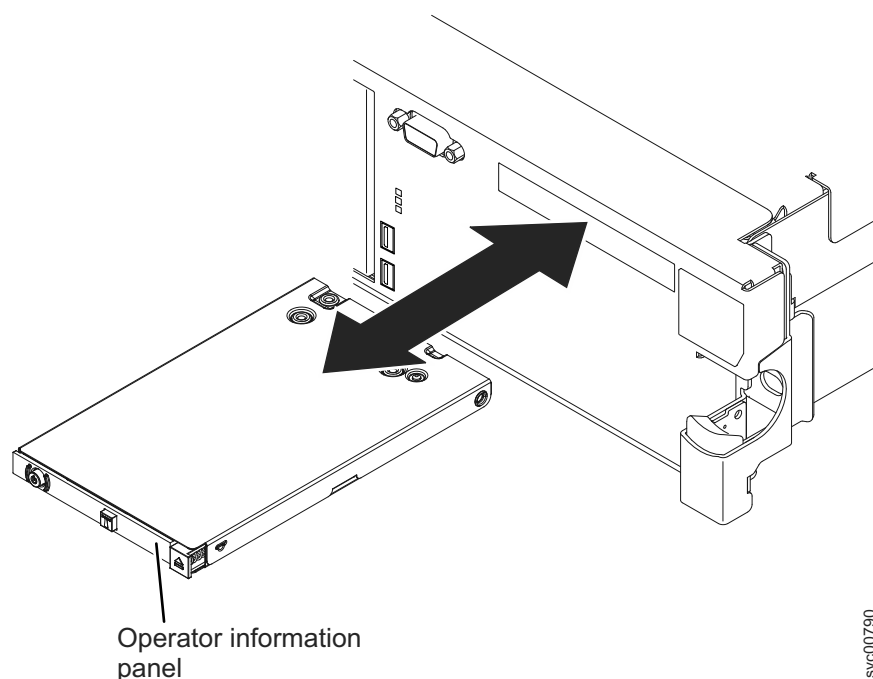

Figura 162. Removendo o conjunto de painéis de informações do operador do 2145-DH8
4. Na parte frontal do nó, deslize o conjunto de painéis de informações do operador para fora do nó, conforme mostrado na Figura 162.